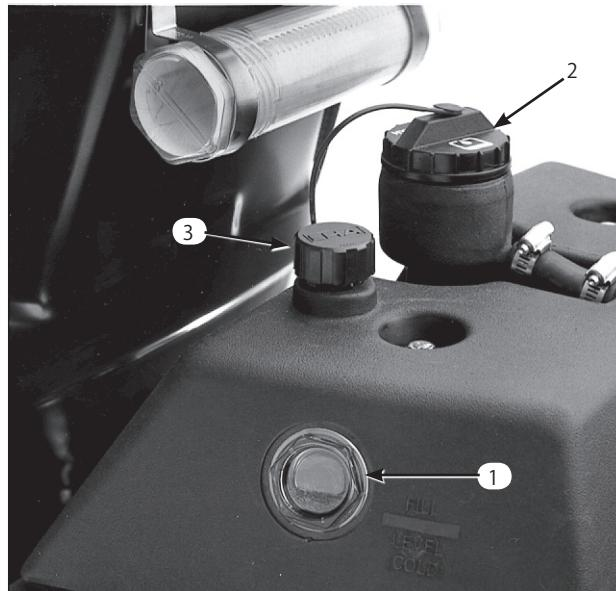

図16
1. 平らな場所に駐車する。エンジンもオイルも冷えていることを確認する。補助オイルタンクについているゲージ窓 (図16) で点検を行う。ゲージ横のFULL マークまであれば適正である。